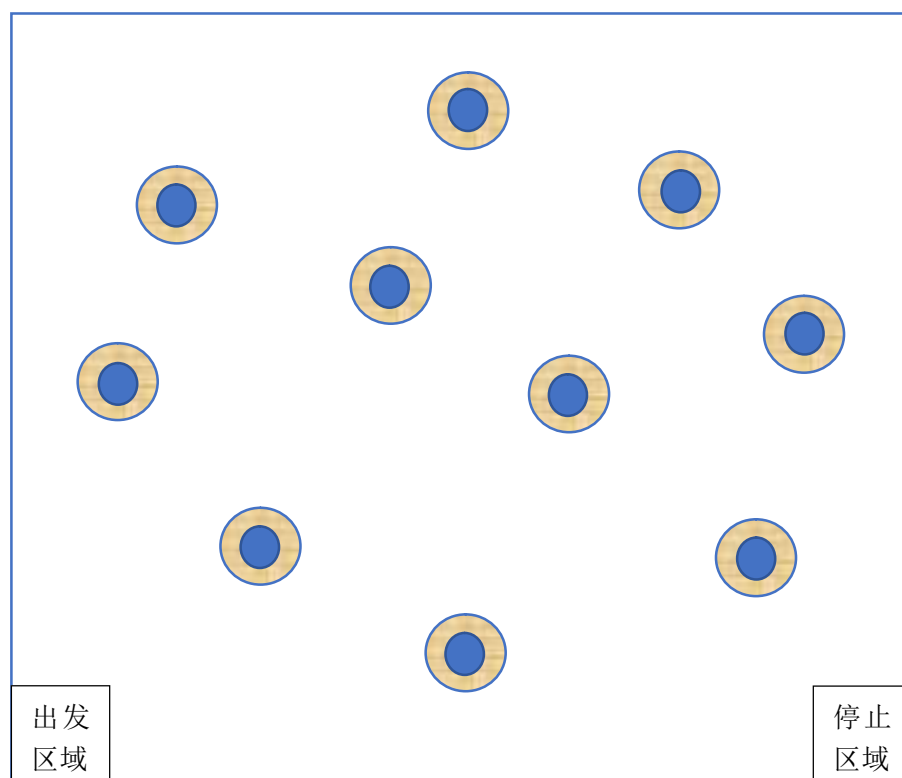

图 1 比赛场地俯视图
1. 车子手动放到图 1 中指定的出发区域出发。车子自动寻找并快速到达竖杆位置。